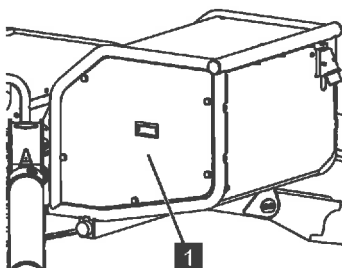

Abb. 156
2. Abdeckhaube (Abb.156/1) abschrauben.